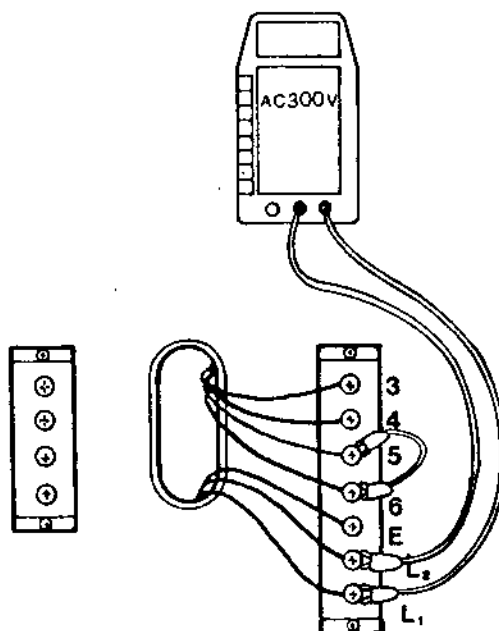

Abbildung 13
5. Die Klemmen Nr. 5 und Nr. 6 kurzschließen (z. B. mittels eines Drahtes mit Krokodilklemmen. Abbildung 13)